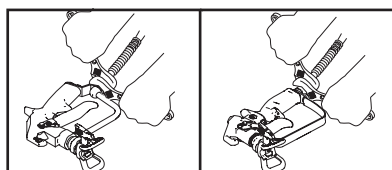

Fig. 9
2. Conectați furtunul de biciuire (dacă este cazul) și pistolul la celălalt capăt al furtunului. Strângeți bine. (Fig. 9)